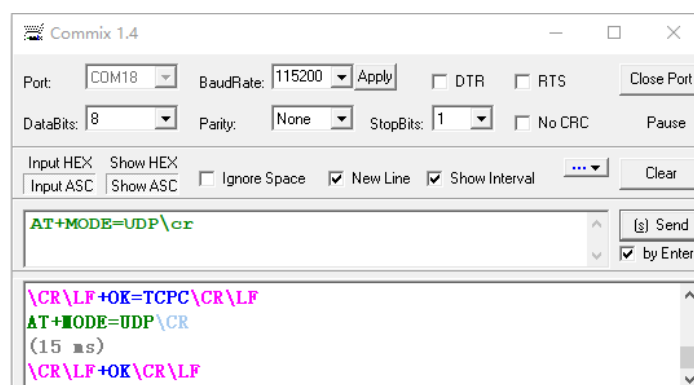

图 6-6 AT 指令设置 UDP 模式
1）将模块设置为 UDP 模式，目标端口设置为 60000。可通过 AT 指令和网页两种方式进行设置，以 AT 指令设置为例，如图 6-6 所示。具体 AT 指令模式进入操作请参考，AT 指令集部分。
- 2）如图 6-6 所示，收到 “+OK”表明模块设置 UDP 模式完成。然后退出 AT 指令模式，程序自动返回透传模式。